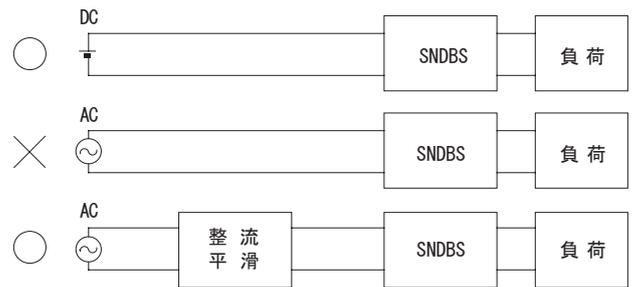

図3.3 AC入力での使用
■SNDBSシリーズはDC入力専用です。ACでの使用時は、電源入力に整流平滑回路を接続してください（図3.3）。